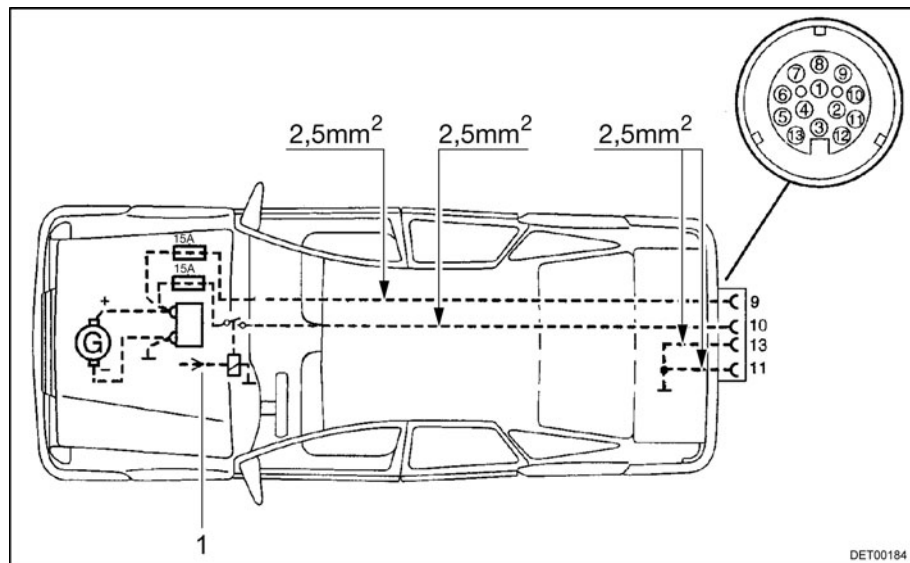

Fig. 94 Instalación del vehículo tractor (conjunto Autark)
- ▷ Vuelva a reequipar el vehículo tractor con la sección de cable correspondiente y un relé para la alimentación de corriente (controlada mediante encendido) (véase Fig. 94).